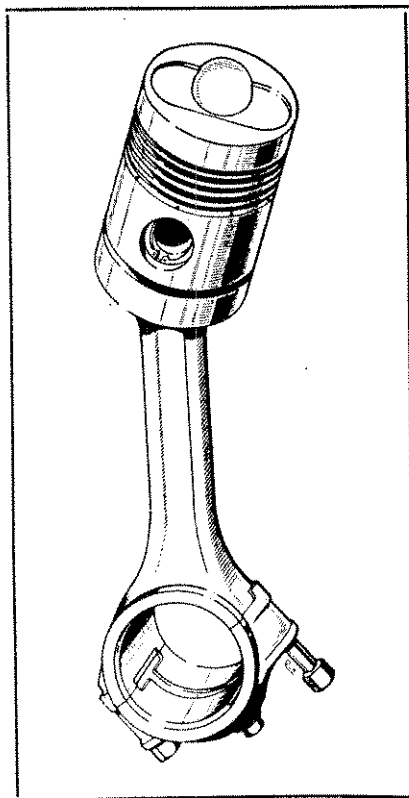

Fig. 2
**PISTONE** - Il pistone è in lega alluminio-silicio-nickel trattata termicamente. Esso porta quattro fasce elastiche di tenuta e due raschiaolio. Nella parte superiore del pistone è disposta una cavità che costituisce la camera di combustione. Poichè detta camera non è simmetrica occorre fare attenzione affinchè il montaggio del pistone rispetto alla biella avvenga come indicato nella Fig. 2.